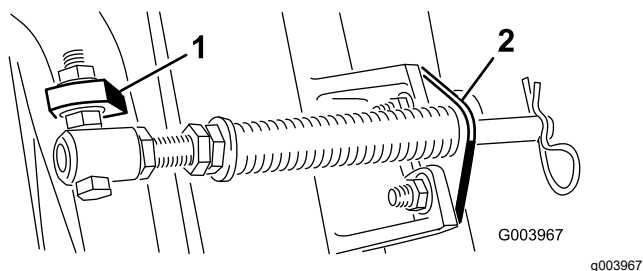
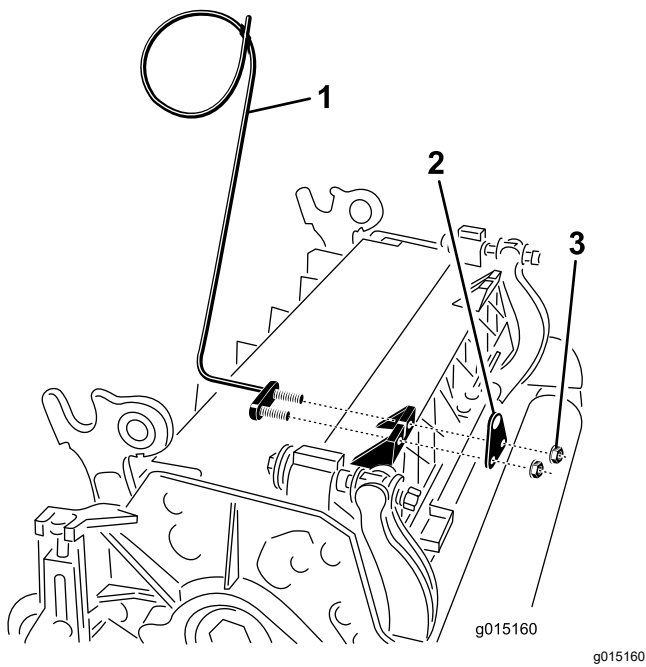

图 11
图 13
**注意** 将螺栓头朝向凸耳外侧如图 11 所示。
- E. 使用车身螺栓和螺母将杆支架固定到滚刀组凸耳上图 11。在滚刀组上当重新安装杆支架时将左侧软管导管安装到滚刀组凸耳的前面图 13。